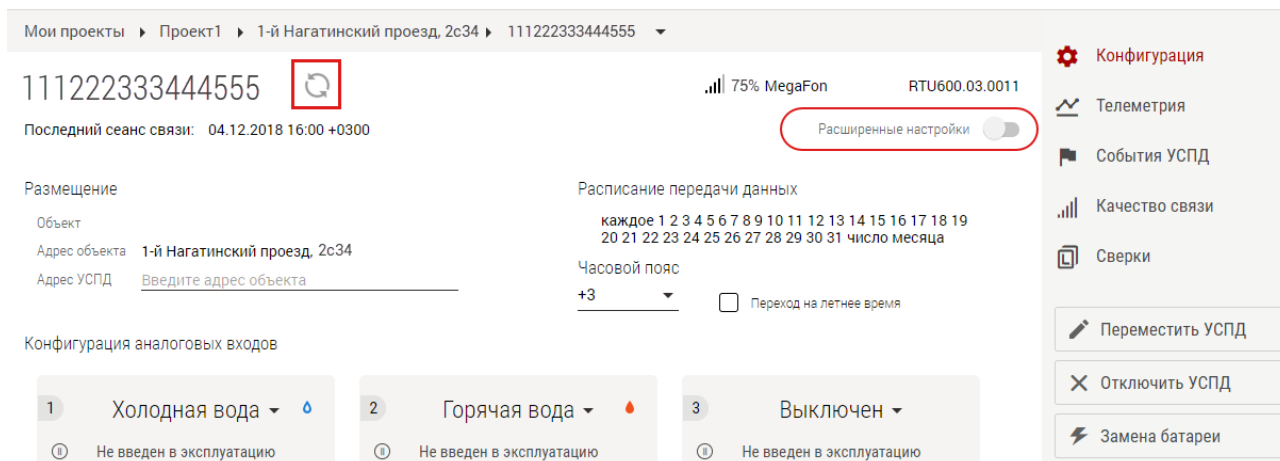

Рис. 23. Страница конфигурации УСПД.
После добавления УСПД откроется страница конфигурации прибора (пустая). Чтобы текущие настройки УСПД отобразились на странице, необходимо вывести УСПД на связь с сервером. Для этого нажмите на кнопку соединения с сервером (SB) на приборе. Подождите немного и нажмите кнопку **Обновить**  (Рис. 23).